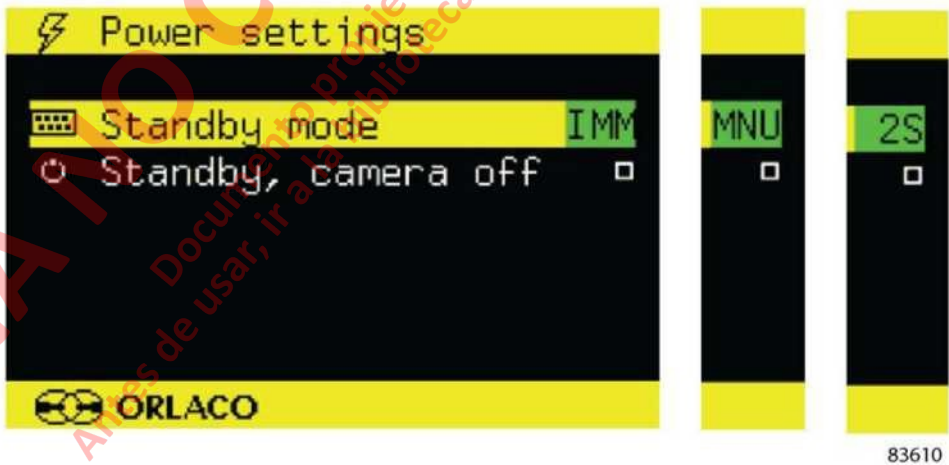

FIGURA 33-26.
- 3. Navege por la barra resaltada hacia abajo a la fila con el nombre "Power Settings" utilizando el botón de minus. Presione el botón ENTER para ir a una pantalla similar a la figura 33-26.